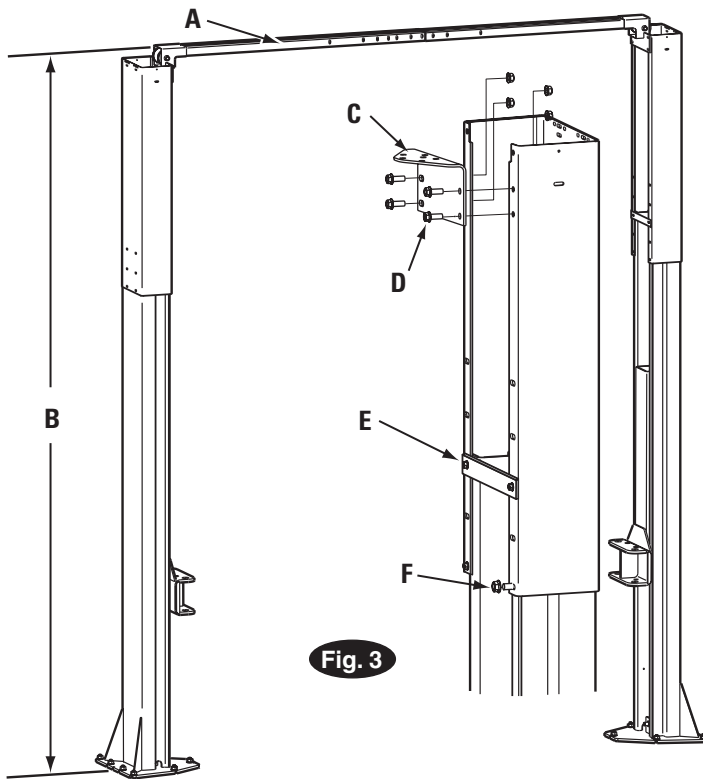

Fig. 3 Información
**2. Altura de la plataforma elevadora:** Véase la Fig. 3 para la altura total de elevación de cada modelo específico de elevador. Añada 25 mm a la altura total de la obstrucción más baja.
**4. Extensiones de la columna:** Instale las extensiones de la columna como se muestra, Fig. 5 y 5a. Instale la barra de anclaje como se muestra, Fig. 3.
**Soporte de montaje del puente:** Instale los soportes de montaje en las extensiones de columna, Fig. 3.